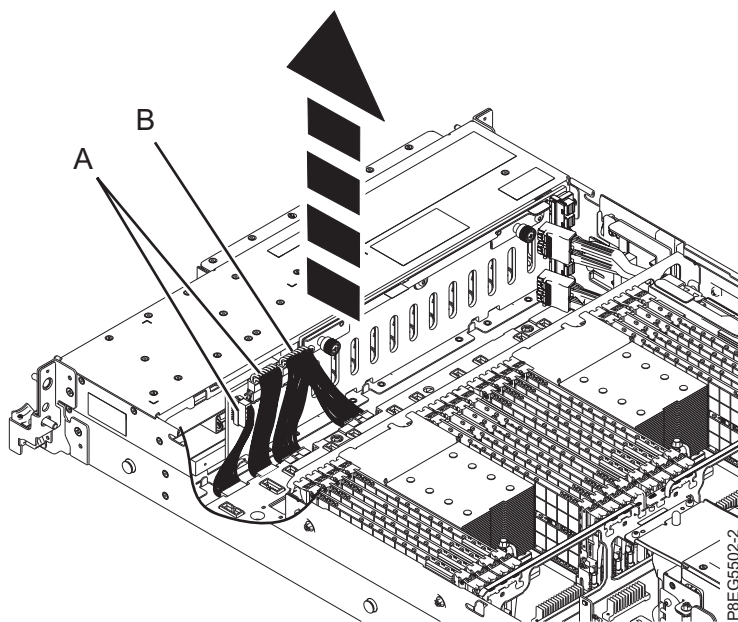

Figura 4. Desconectando os cabos de sinal, do painel de controle e de energia
5. Etiquete e desconecte os cabos de sinal e do painel de controle (A) e o cabo de energia em Y (B) do painel traseiro da unidade de disco conforme mostrado na Figura 4.